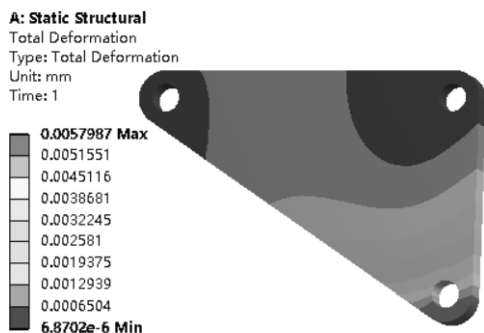
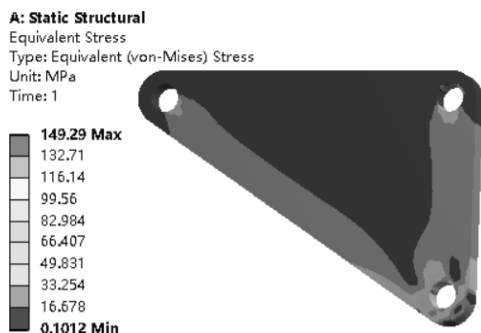

图 12-95 结果变形分布云图
图 12-96 结果应力分布云图
(1) 在 Mechanical 标准工具栏中单击  Solve 进行求解运算。
(2) 运算结束后, 单击【Solution (A6)】→【Total Deformation】, 图形区域显示结构分析得到的托架结构变形分布云图, 如图 12-95 所示; 单击【Solution (A6)】→【Equivalent Stress】, 显示托架结构应力分布云图, 如图 12-96 所示。